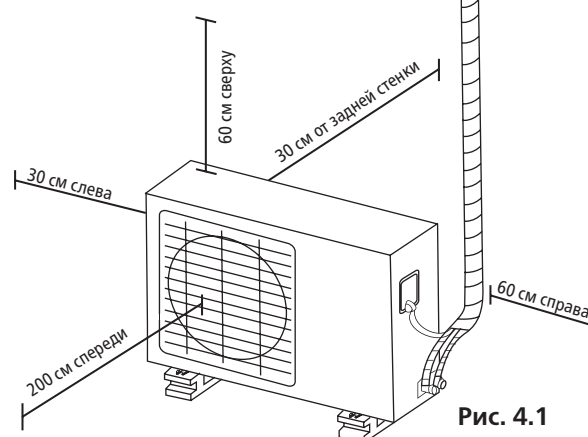

Рис. 4.1
- ☑ Соответствовать всем требованиям по зазорам, показанным на **рис. 4-1**.